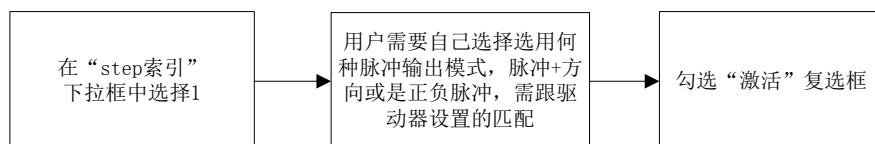

图 4-19 开环模式下 step 配置流程
(2) 切换至“step”页。开环模式下 step 配置流程如图 4-19 所示。